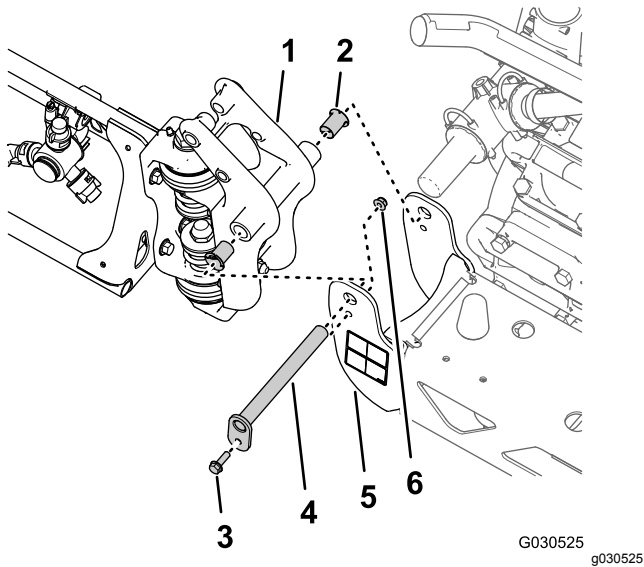

Figura 40
1. Retire el perno con arandela prensada (5/16" x 1") y la contratuerca con arandela prensada (5/16") que sujetan el pasador de giro al soporte de giro (Figura 40).
2. Retire el pasador de giro del soporte de giro de la sección de fumigación central y del acoplamiento de giro de la sección de fumigación exterior (Figura 40).
3. Separe la sección de fumigación exterior de la sección de fumigación central y retire la sección exterior de la máquina (Figura 40).
4. Retire los dos casquillos con brida de nylon del acoplamiento de giro de la sección de fumigación exterior (Figura 40).